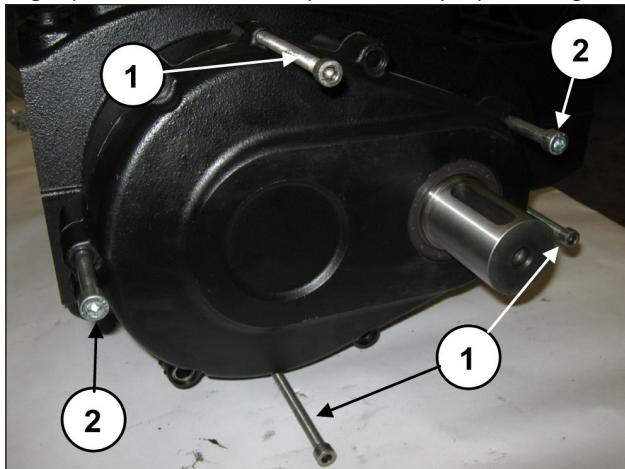

Fig. 5
Colocar 3 tornillos prisioneros o tornillos roscados M8 (pos. ①, Fig. 5) para utilizarlos como extractores, en los orificios correspondientes y dos tornillos M10 lo suficientemente largos para utilizarlos como soporte de la tapa (pos. ②, Fig. 5).